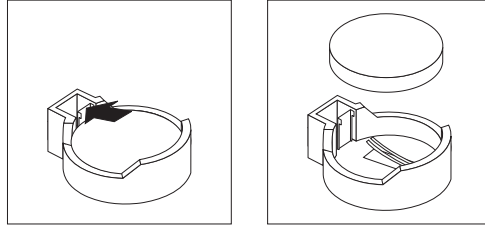

図 46. バッテリーの解放
- a. 図 46 に示されるように、指でバッテリー・クリップの上部を、バッテリーから離れる方向に押して、バッテリーをソケットから上に向かって解放します。